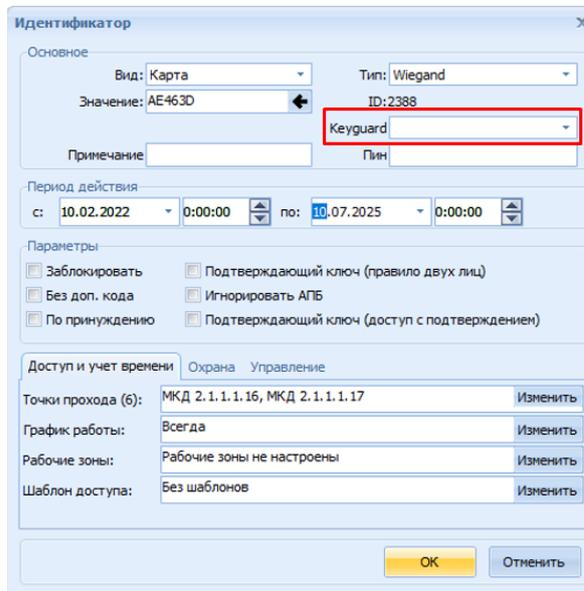

Рисунок 33.5 – Окно Идентификатор, поле Keyguard
6) После применения у всех сотрудников, добавленных в папку, в настройках идентификатора будут доступно поле Keyguard для выбора «Полномочий» (рисунок 33.5).